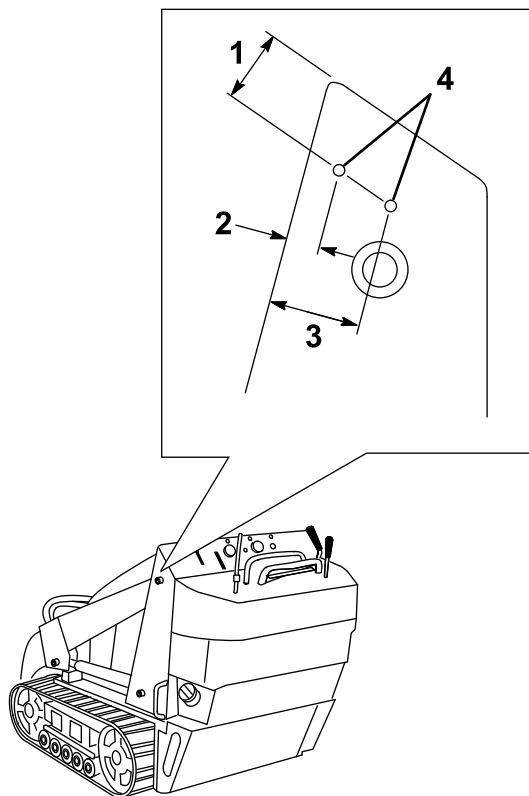

Figura 4
1. Măsurați de la marginile cadrului, așa cum este ilustrat în Figura 4 și marcați locațiile orificiilor pentru montarea consolei scutului.